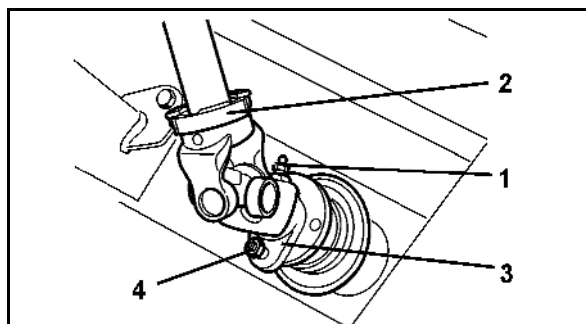

Fig. 56
6. Desfaceți niplul de lubrifiere (Fig. 56/1) și introduceți arborele cardanic (Fig. 56/2).
7. Fixați furca de racord (Fig. 56/3) cu șurubul supus la forfecare (Fig. 56/4).
8. Înșurubați niplul de lubrifiere (Fig. 56/1).